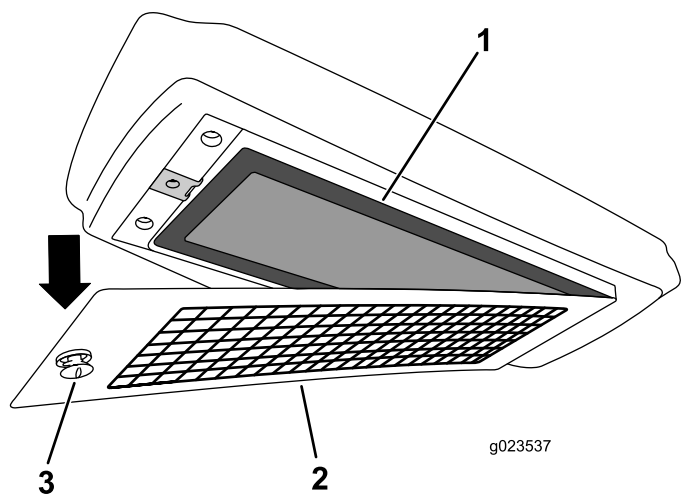

Рисунок 133
4. Снимите воздушный фильтр с корпуса и замените фильтрующий элемент (Рисунок 133).